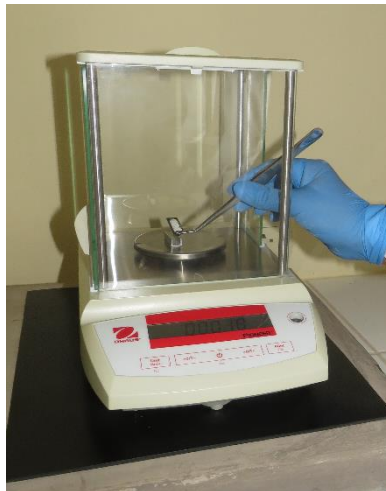

Fig.17 Pesaje de muestra
- Con ayuda de las pinzas retornar la baqueta al platillo, cerrar la balanza, esperar hasta que la balanza estabilice el peso (se observará el símbolo *) y presionar el botón con el texto PRINT CAL para ingresar el valor al DMA, asegurándose que la línea de la muestra que está siendo pesada está activada (Fig.17).